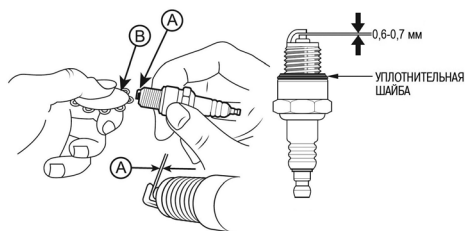

Рис. 25. Проверка зазора между электродами
4. Измерьте зазор между электродами свечи зажигания специальным щупом. Зазор должен быть 0,6-0,7 мм (Рис. 25). При увеличении или уменьшении требуемого зазора рекомендуется заменить свечу, так как регулировка зазора может привести к изменению качества искрообразования.
Для ручной заточки пильной цепи используется специальный круглый напильник диаметром 4,0 мм. Для более точной заточки цепи напильник рекомендуется установить в специальную обойму, на корпусе которой нанесены справочные данные (Рис. 25). Также рекомендуется использовать набор для заточки пильных цепей, в состав которого